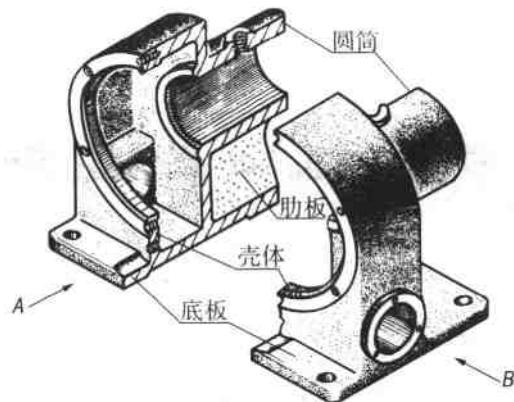

图 4b 箱体轴测图
(3) 箱体的整体结构形状, 图 4b 所示。
(4) 箱体左端的加工面; 箱体前后对称面; 底板的底面
(5) 主视图中的 32、15、136、45、25; 俯视图中的 58、10、86、40; 俯视图中的 120、左视图中的 80; 主视图中的 40, 左视图中的 36、72、A 视图中的 15 和 5。此外, 左视图中的 $\phi 132$ 和 B 视图中的 $\phi 48$ 则是螺孔的定位尺寸, 分别属于宽度、高度方向。